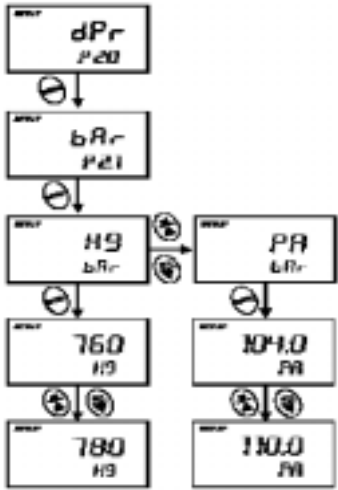

图 18：转换压力单位（mm Hg 或 kPa）和调整压力数值
3. 再次按 ENTER 键。屏幕最上方显示 Hg 或 PA，屏幕下方则显示 bAr。详情请参见下一页的图 18。